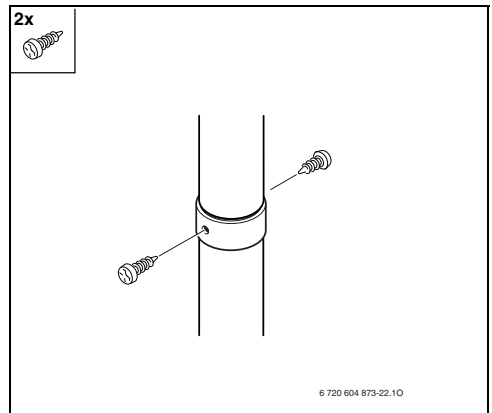

Fig. 28
- ▶ Fijar la unión con los tornillos suministrados (Fig. 28).